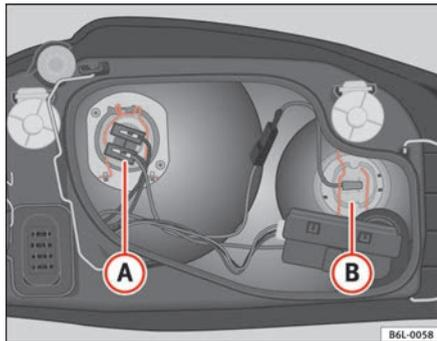

Fig. 151 Lampe du feu de croisement
- Extraire le connecteur du câble de la lampe (A) ⇒ fig. 151.